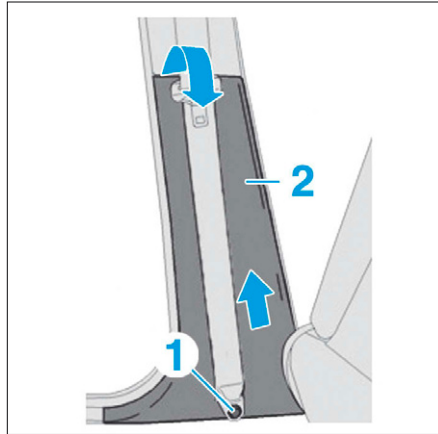

FIG. 9
- Déposer la vis (1) (Fig.9).
- Dégrafer la partie inférieure (2) en la tirant vers soi, puis en la soulevant verticalement.